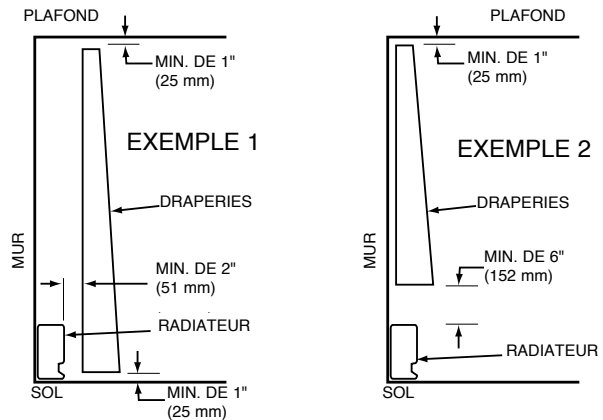

Figure 2 : Écartement pour les draperies
6. **ATTENTION** – Le radiateur fonctionne à des températures élevées. Maintenez les cordons électriques (dont les câbles du téléphone et de l'ordinateur), les tentures et autres parties de l'ameublement à distance du radiateur. Pour un fonctionnement sûr et efficace, nous recommandons de garder 6 pouces (152 mm) d'écartement au-dessus et devant le radiateur en permanence. Consultez la Figure 2 sur les exigences d'écartement minimal pour draperie.
**De radiateur à draperie :** N'installez pas de radiateur à un endroit où des rideaux ou draperies seraient en contact avec. Consultez la Figure 2 pour les écartements minimaux.